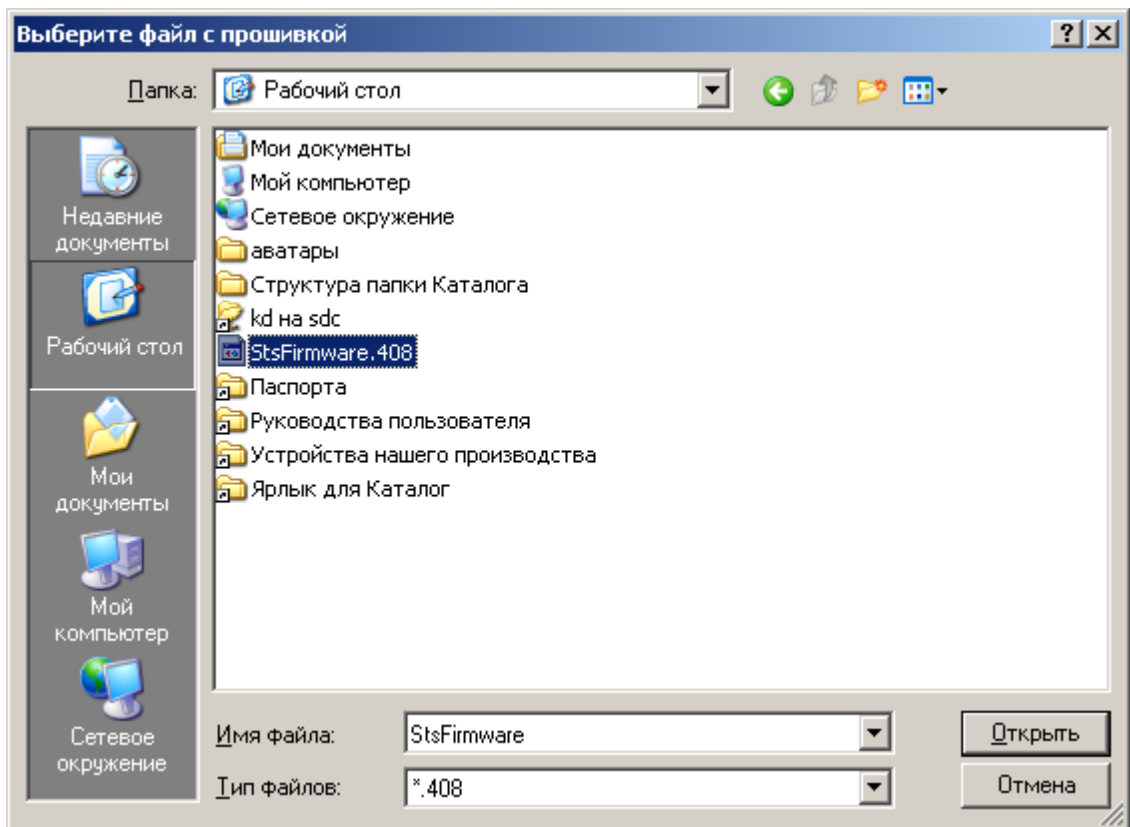

Рисунок 27
6) выбрать файл с прошивкой и нажать «Открыть» (Рисунок 27):